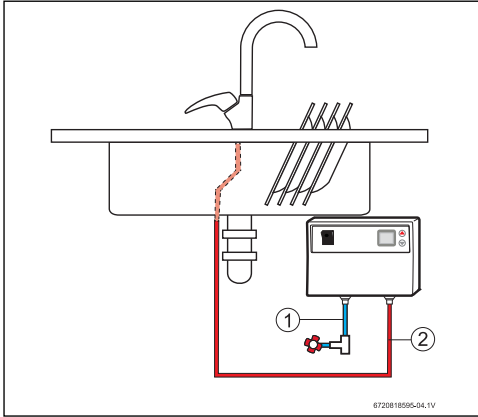

Fig. 15 Ejemplo de instalación
- ▶ Móntese sólo como se muestra en Fig. 15 con las conexiones de agua situadas en la parte inferior. Recuerde que debe mantener la longitud de tubería de agua caliente al mínimo, a fin de ahorrar energía.